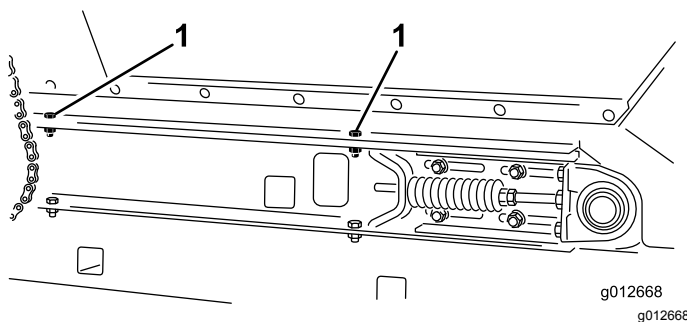

図 31
2. 装置の左右で、スライダフレームレールにホッパーを固定しているキャップスクリュー2本、ワッシャ2枚、ロックナット2個を外す 図 31。